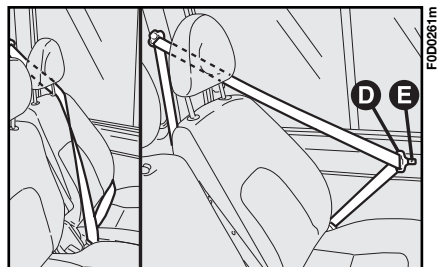

fig. 11
Il sedile posteriore è dotato di cinture di sicurezza inerziali a tre punti di ancoraggio con arrotolatore per i posti laterali e centrale **fig. 11**.
- **fig. 11** posto laterale sinistro prima fila